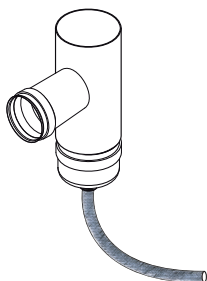

Fig. 6.9
**i** Es necesario proporcionar tubo de evacuación de líquidos en el primer acople en T al nivel de la salida de humo, para permitir la evacuación del agua de condensación que puede formarse en el conducto (Fig. 6.9).